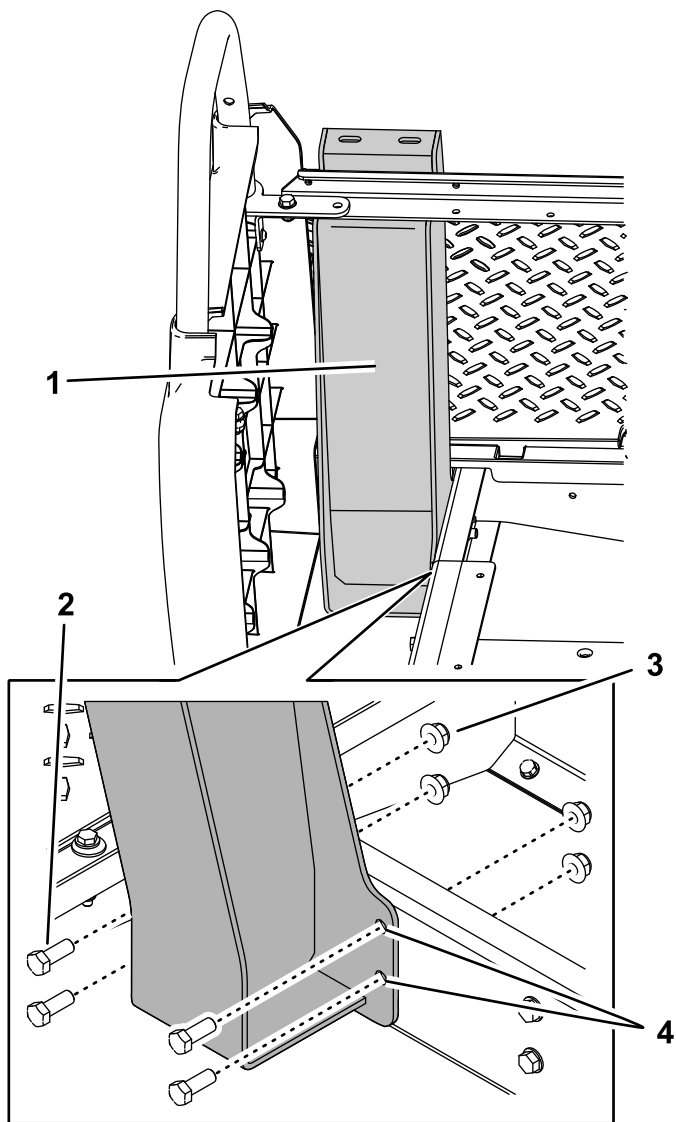

Figure 7
- Fixez le support droit au longeron de cadre inférieur à l'aide de 2 boulons (3/8" x 1") et 2 écrous (3/8") placés dans les trous inférieurs arrière (Figure 7).